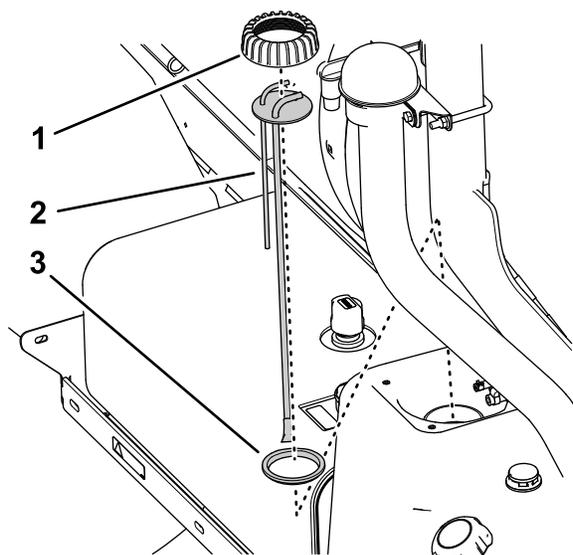

Figura 79
- Rode a tampa da coluna de alimentação no sentido contrário ao dos ponteiros do relógio e, em seguida, retire a tampa (Figura 79).
- Levante o conjunto da coluna de alimentação do depósito de combustível (Figura 79).
- Monte a tampa da coluna de alimentação por cima da coluna de alimentação e a coluna de alimentação no vedante (Figura 79).
- Alinhe a tampa, coluna de alimentação e vedante no depósito e insira, cuidadosamente, o novo conjunto da coluna de alimentação no depósito de combustível (Figura 79).
- Enrosque a tampa no tubo do depósito de combustível e aperte bem a tampa à mão (Figura 79).